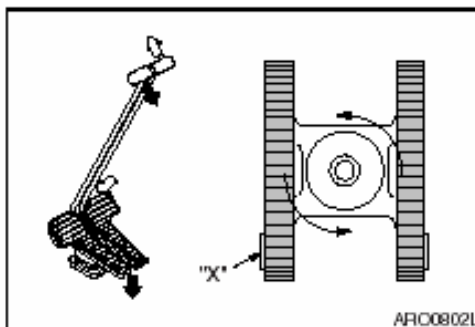

Figura 40
3. Los giros normales (Figura 40) se efectúan mediante la rotación hacia delante de una de las orugas y marcha atrás de la otra. La máquina girará sobre su eje (cambiando el sentido de la marcha).